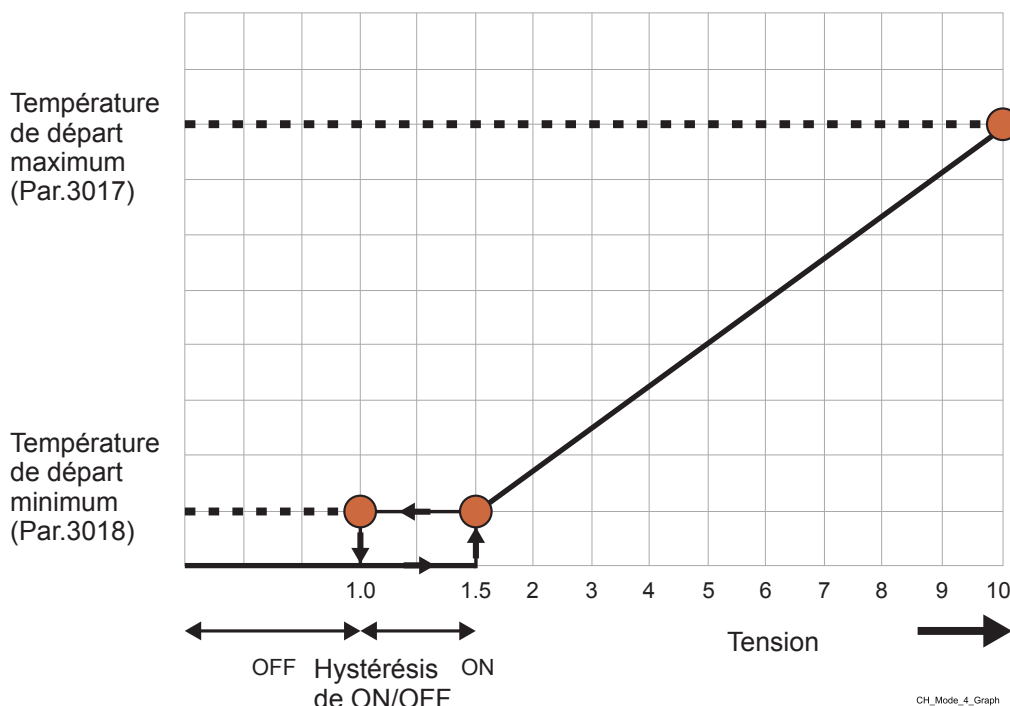

Figure 13-3 - Règles de fonctionnement de l'entrée analogique 0-10 Vdc
- 3.- Maintenant l'appareil peut être contrôlé à l'aide du signal 0-10 Vdc selon les règles visées sur la figure 13-3 ;